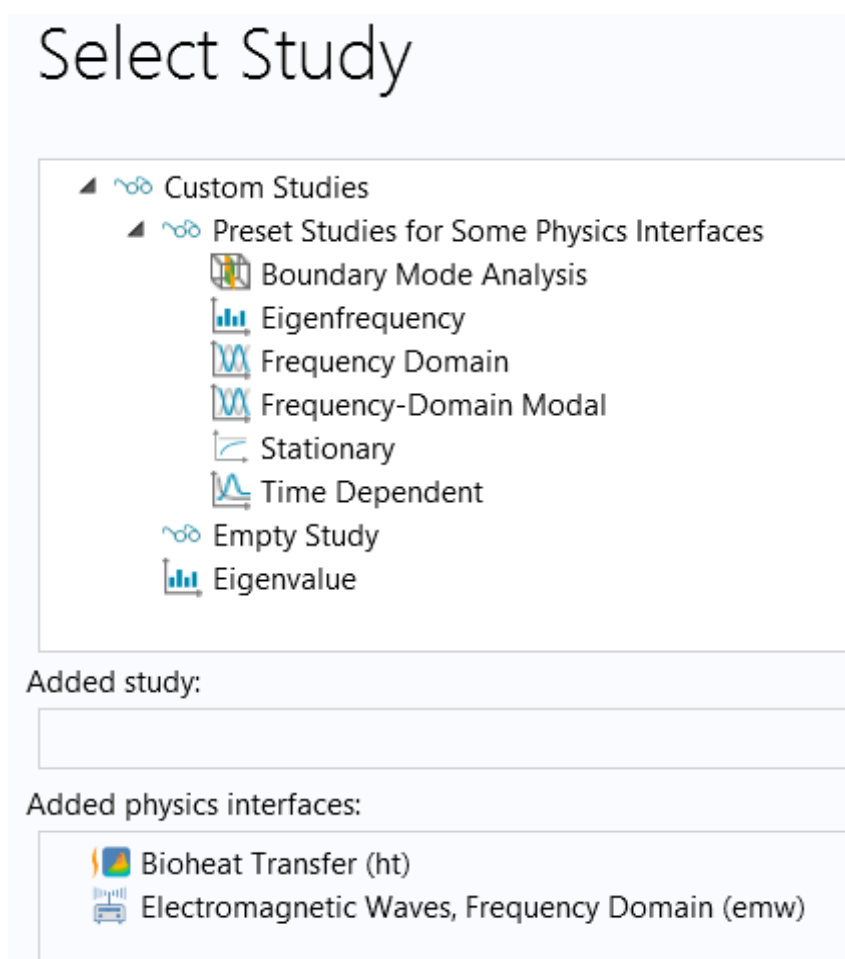

Рис. 11.4. Список выбираемых задач в дереве проекта COMSOL
7. В дереве **Select study**, выберите расчет в частотной области: **Custom Studies>Preset Studies for Some Physics Interfaces > Frequency Domain** (рис. 11.4).